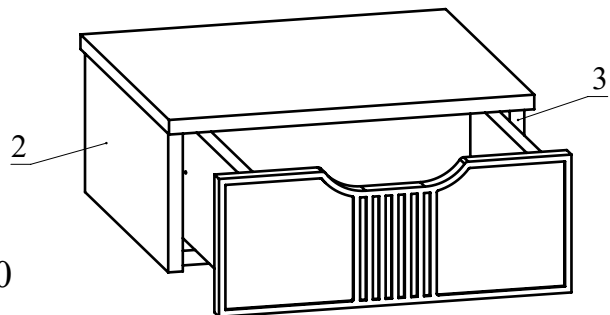

Рис. 10
7. В корпус тумбы установите ящик (Рис. 10).